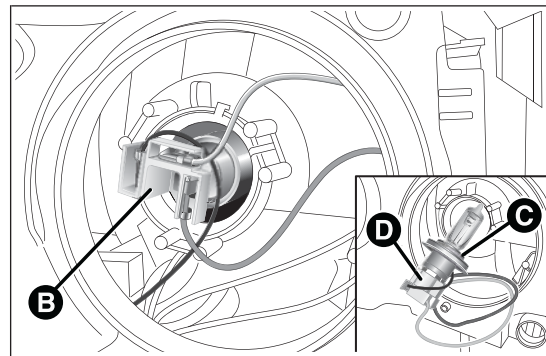

fig. 116
- ☐ empujar hacia abajo el grupo conector + portalámpara B fig. 116;